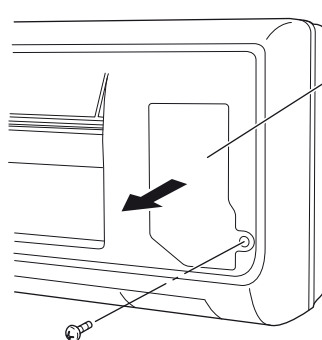

Fig. 24a
- (1) Segure ambas as extremidades da grade de admissão de ar, e retire-a abrindo a frente para diante e puxando-a para si.
- (2) Retire o parafuso na placa de cobertura no lado direito e abra a tampa. (Fig. 24a ou 24b)